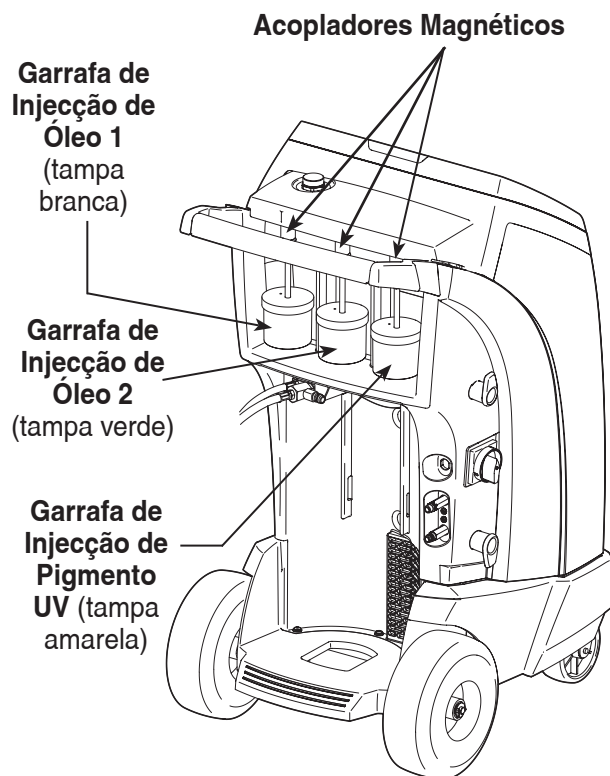

Figura 21
1. Retire as garrafas de injecção de pigmento e de injecção de óleo das respectivas balanças. Veja a Figura 21.